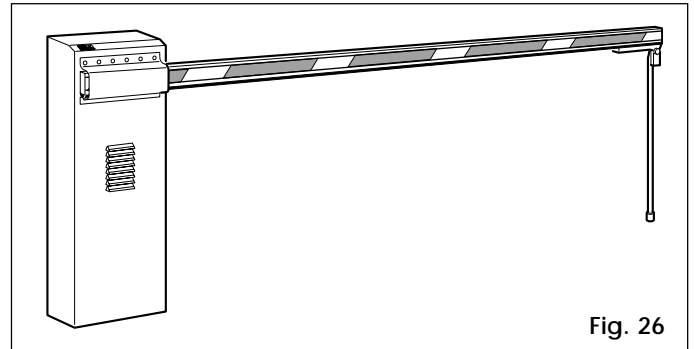

Fig. 26
**PIED SUPPORT D'EXTRÉMITÉ (fig. 26)**